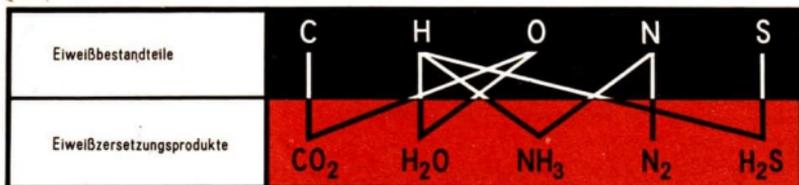

Abb. 34 Eiweißbestandteile und Eiweißzersetzungsprodukte
Die Oxydationszahl des Schwefels im Schwefelwasserstoff beträgt -2 . ① Schwefelwasserstoff ist ein unter den Bedingungen des Normzustandes unangenehm riechendes, farbloses Gas. Es entsteht in der Natur beim biologischen Abbau schwefelhaltiger organischer Verbindungen. Viele Eiweiße enthalten außer Kohlenstoff, Wasserstoff, Sauerstoff und Stickstoff auch Schwefel. So bildet sich Schwefelwasserstoff beim Stoffwechsel niederer und höherer Lebewesen, zum Beispiel bei der Verdauung sowie der Fäulnis von Eiweißen. Fäulnis ist die Eiweißgärung unter Abschluß von Sauerstoff. Durch Abbildung 34 wird eine Übersicht über die aus den Eiweißbestandteilen beim biologischen Abbau entstehenden Eiweißzersetzungsprodukte gegeben.